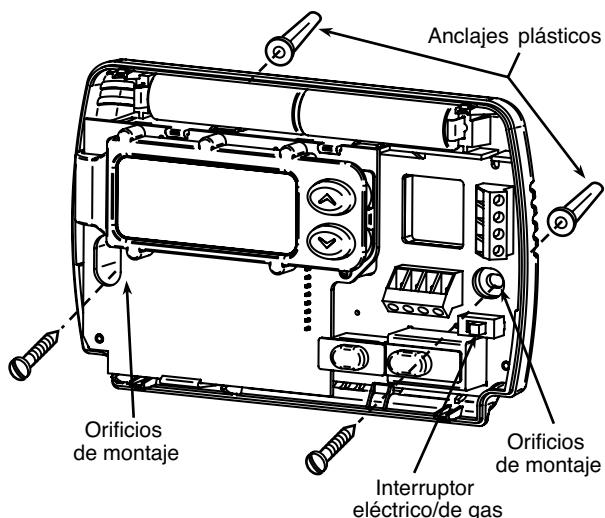

Figura 1. Base del termostato
Este termostato está configurado de fábrica para operar un sistema de aire forzado con combustible fósil (gas, aceite, etc.) de calor/frío. Está correctamente configurado para cualquier sistema que NO requiera que el termostato energice el ventilador en una llamada de calor. Si su sistema es un sistema eléctrico o de bomba de calor que REQUIERE que el termostato encienda el ventilador en una llamada de calor, ubique el interruptor **GAS/ELECTRIC** (vea la figura 1) y colóquelo en la posición **ELECTRIC**. Esto permitirá al termostato energizar el ventilador inmediatamente en una llamada de calor. Si no está seguro si el sistema de calefacción/refrigeración requiere que el termostato controle el ventilador, póngase en contacto con un servicio técnico de calefacción y aire acondicionado calificado.
- Fije la base a la pared sin ajustarla demasiado, como muestra la figura 1, usando dos tornillos de montaje. Coloque un nivel contra la parte inferior de la base, ajústela hasta que quede bien nivelada y luego apriete los tornillos. (Esto es por razones estéticas solamente y no afectará el funcionamiento del termostato.) Si utiliza los orificios de montaje existentes, o si los orificios perforados son demasiado grandes y no le permiten ajustar bien la base, use anclajes plásticos para fijar la subbase.
Si aparece el mensaje "**LO BATTERY**", significa que las pilas tienen poca carga y deben cambiarse. Para obtener resultados óptimos, cambie todas las pilas por pilas alcalinas nuevas de alguna marca líder como Duracell® o Energizer®. Para cambiar las pilas, instálelas a lo largo de la parte superior de la base (vea la figura 1). Las pilas deben instalarse con los polos positivos (+) hacia la izquierda.